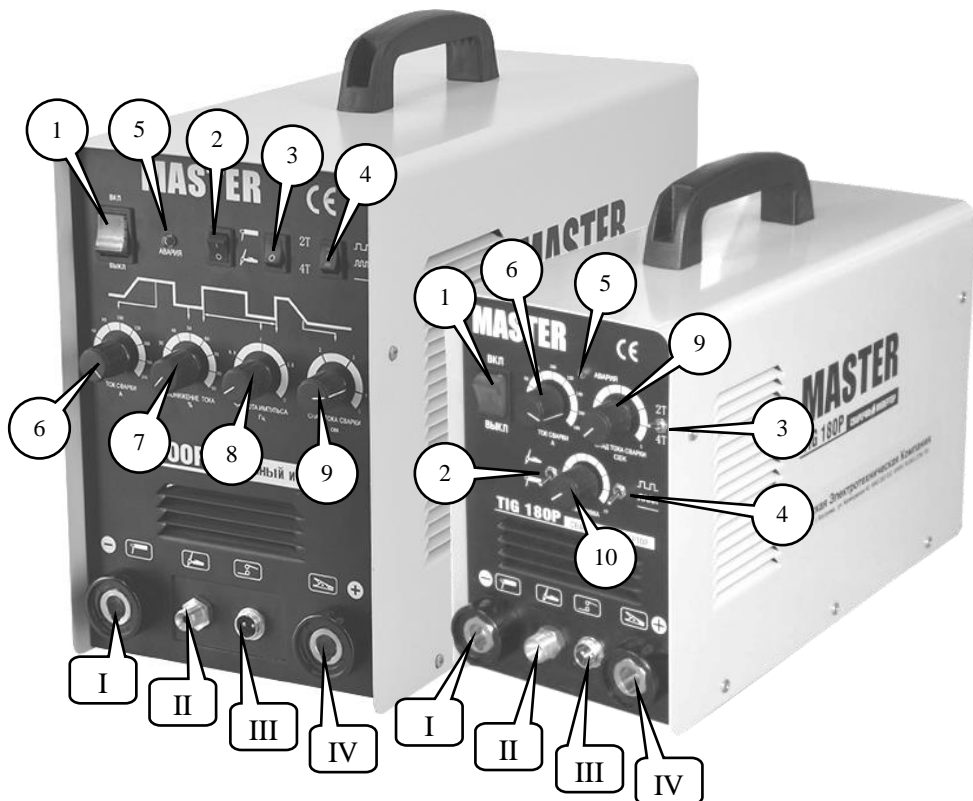

Рис. 1. Расположение органов управления и индикации.
- Подключить силовой разъем держателя электродов к разъему I (Рис. 1) сварочного аппарата.
- Подключить силовой разъем держателя электродов к разъему IV (Рис. 1) сварочного аппарата.
Регулировка частоты импульсов в пределах выбранного переключателем 4 (Рис. 1) диапазона.